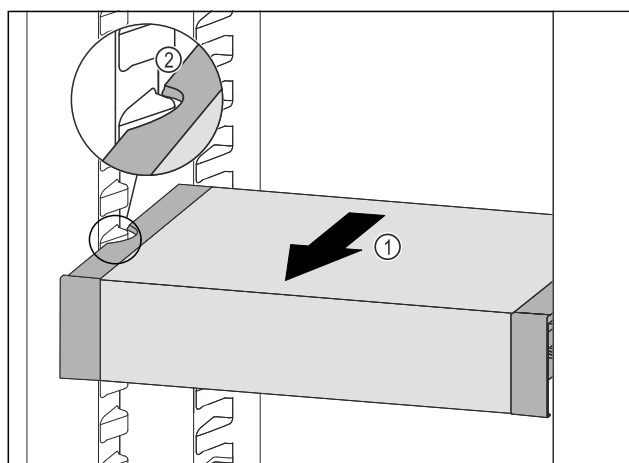

Fig. 121
- ▶ 向前拉动 VarioSafe Fig. 121 (1)，直至 VarioSafe 的侧部凹槽与冷藏区中的容器肋梁持平。 Fig. 121 (2)